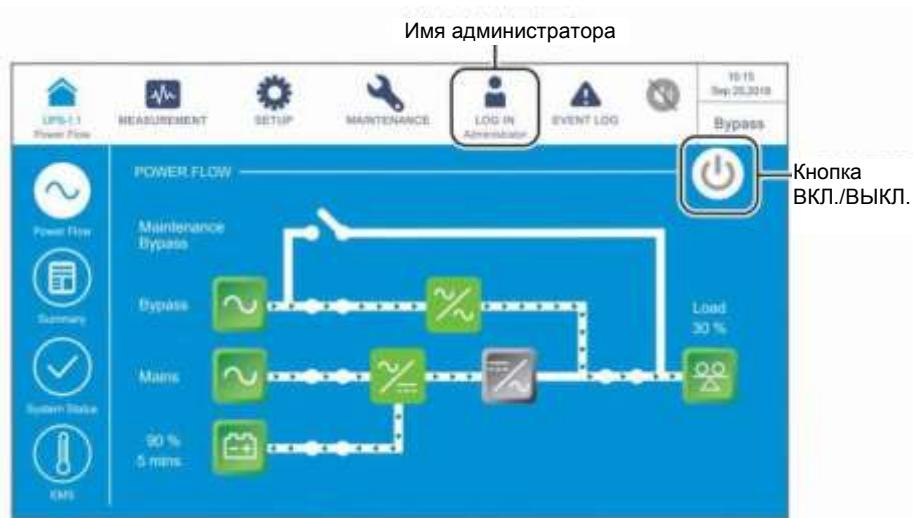

Рисунок 6-35: Главный экран: расположение кнопок имени администратора и ВКЛ./ВЫКЛ.
- т) Войдите в систему как **Администратор**. Для получения пароля **Администратора** свяжитесь с персоналом по техническому обслуживанию. После входа в систему убедитесь, что вход произошел под именем **Администратора** (см. *Рисунок 6-35*).